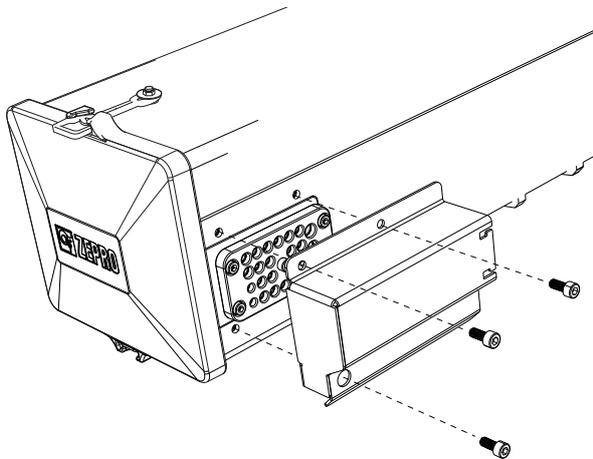

Abbildung 60. Die Schutzabdeckung der Kabeldurchführung ist mit drei Schrauben befestigt.
1. Entfernen Sie die mit drei Schrauben befestigte Schutzabdeckung der Kabeldurchführung, siehe Abbildung 60.
2. Bringen Sie die Schutzabdeckung der Kabeldurchführung mit den drei dazu gehörenden Schrauben wieder an, siehe Abbildung 60.